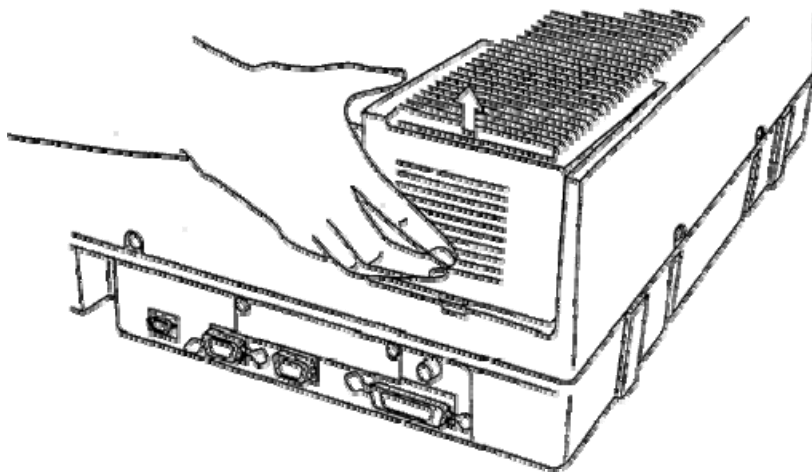

图 15: 按照箭头所示方向移开光源室盖子
(2) 更换 D2 灯：缓慢将 D2 灯从插座上垂直向上拔起，将新的 D2 灯插入插座（D2 灯插脚上有一定位凸边，该凸边必须对应插座上的凹槽才能将 D2 灯插入），并检查插入是否牢固（光源室的内部图见下图 15）。
(3) 更换 WI 灯：